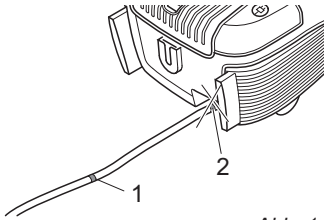

Abb. 11
2. Ziehen Sie das Kabel am Stecker (Abb. 11/15) bis zur gelben Markierung (Abb. 11/1) heraus.
Falls die rote Markierung (Abb. 11/2) sichtbar ist, ziehen Sie das Kabel wieder soweit ein, bis diese nicht mehr zu sehen ist, \triangleright *Kapitel 3.2, „Ausschalten und Stromkabel aufrollen“.* Ansonsten kann das Kabel abreißen. Es besteht die Gefahr eines elektrischen Schlages.